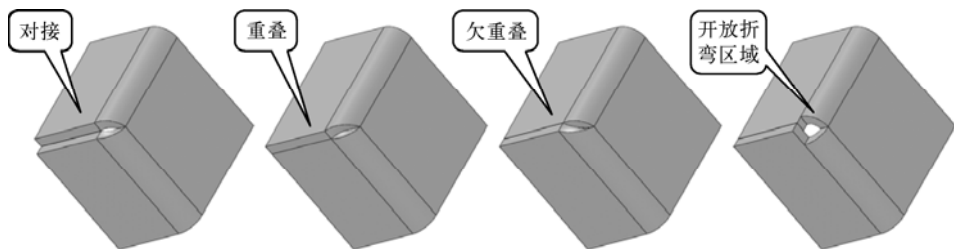

图 3-41 “闭合角”属性管理器各个选项的作用
- “对接” 边角类型：定义两个侧面（延伸壁）只是相接，如图 3-41 左图所示。
- “重叠” 边角类型：定义两个延伸壁延伸到相互重叠，一个延伸壁位于另一个延伸壁之上，如图 3-41 左中图所示。
- “欠重叠” 边角类型：也被称为“重叠在下”，用于定义两个延伸壁相互重叠，但是令两个延伸壁的位置互换，如图 3-41 右中图所示。
- “开放折弯区域” 复选框：用于定义折弯的区域是开放还是闭合，如图 3-41 右图所示为勾选此复选框时钣金闭合角的开放样式。